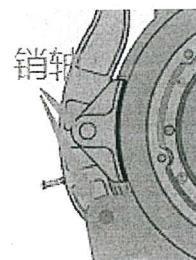

图 6.3 销轴位置示意图
- 2) 拆卸制动臂组件，分别转动两侧制动臂，检查两销轴灵活程度。见图 6.3.